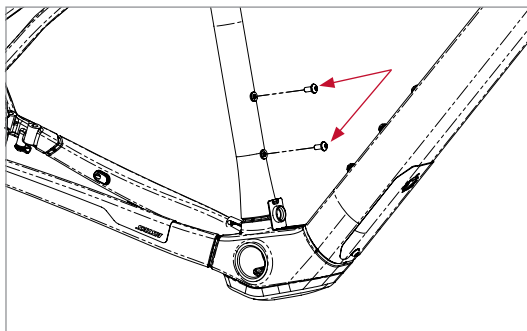

Figure 7
2. À l'aide d'une clé hexagonale de 4 mm, retirez les vis du porte-bidon du cadre (figure 7).